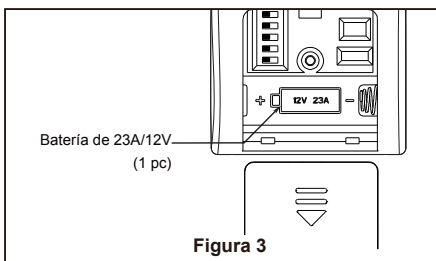

Figura 3
1. Fije bien la abrazadera para colgar a la caja de salida (no se incluye) con los tornillos y las arandelas provistas con la caja de salida. (Figura 3)
2. Deslice el receptor en el soporte de suspensión antes de realizar el cableado como se muestra en la figura 3.
3. Para que el ventilador sea funcional, instale las pila (incluidas) de 23A/12V en el transmisor del mando a distancia. Mientras el ventilador esté apagado. A continuación, siga el proceso de fijación remota de código. Si no se utiliza el ventilador durante un largo periodo de tiempo, extraiga la batería para evitar cualquier daño al transmisor. Almacene el mando a distancia en un lugar alejado del calor o la humedad excesiva. (Figura 3)